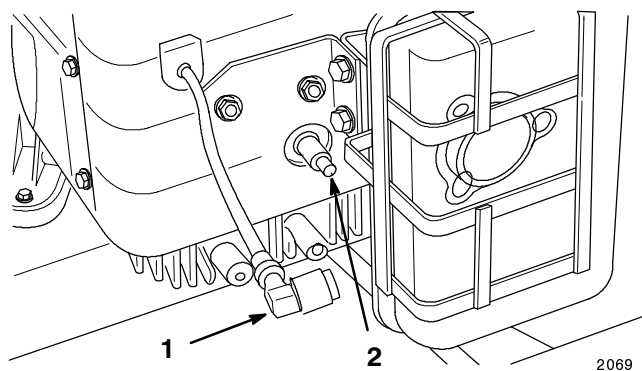

Figure 23
2. Débrancher le(s) fil(s) de la(des) bougie(s) (Fig. 23). Nettoyer tout autour des bougies pour éviter que des saletés ne tombent dans le moteur et ne l'endommagent.
3. Reconnecter les fils des bougies (Fig. 23).